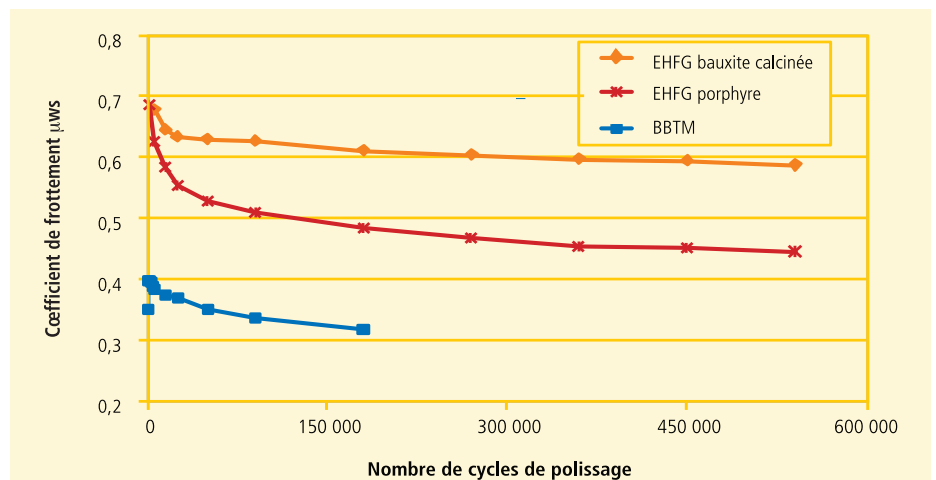

Figure 3
- L'adhérence avec les pneumatiques, évaluées grâce à l'essai Wehner & Schulze [8], présente des niveaux très supérieurs à ceux des enrobés bitumineux classiques, et une durabilité au moins trois fois plus élevée (figure 3), et ce, même en remplaçant la bauxite calcinée par un granulats naturels beaucoup moins coûteux.